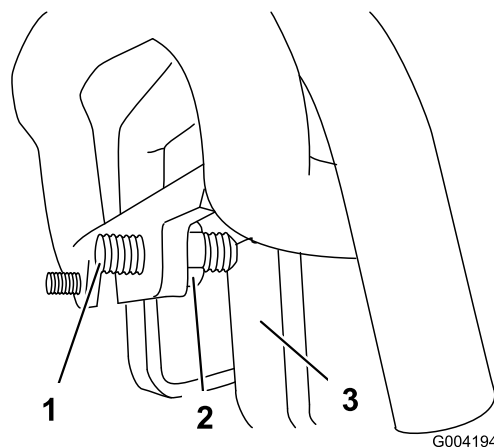

Figure 70
3. Si la machine se déporte vers la **gauche**, desserrez l'écrou de blocage **droit** et ajustez la vis de réglage de correction directionnelle à l'avant de la commande de déplacement (Figure 70).
4. Si la machine se déporte vers la **droite**, desserrez l'écrou de blocage **gauche** et ajustez la vis de réglage de correction directionnelle à l'avant de la commande de déplacement (Figure 70).